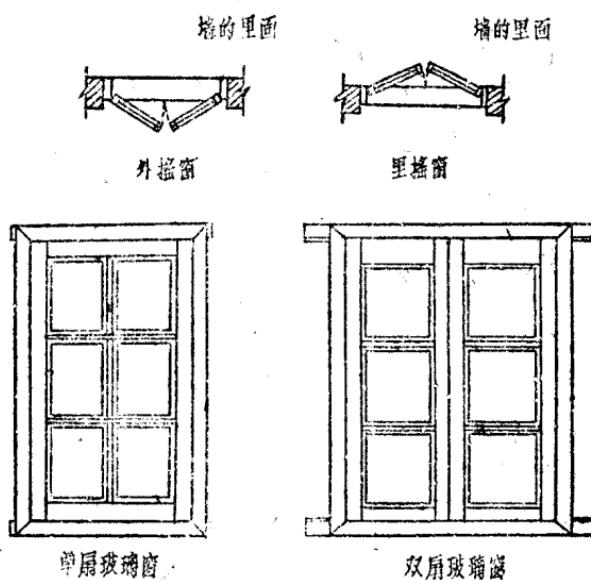

图 21 摆 窗
(1) 铰链装在樘子梃上，窗扇向室外开的叫做外揆窗。窗扇向室内揆开的叫做内揆窗(见图 21)。这两种窗有单扇和双扇之分。
(2) 铰链装在樘子上冒头或者中貫档上，这种窗用做腰头窗的时候较多。铰链装在樘子上冒头的叫做外撑式揆窗，这种窗是向外撑开的。铰链装在中貫档上的叫做里翻式揆窗，这种